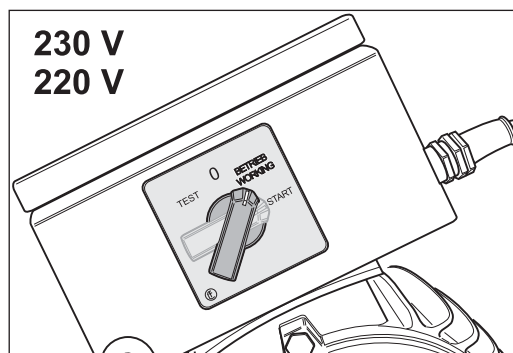

Abb. 24 Nachdem der Motor seine Betriebsdrehzahl erreicht hat, den Schalterknopf loslassen. Er nimmt automatisch die Position -BETRIEB (WORKING)- ein.
- 3 Nachdem der Motor seine Betriebsdrehzahl erreicht hat, lassen Sie den Schalterknopf los. Er nimmt automatisch die Position -BETRIEB (WORKING)- ein (Abb. 24).